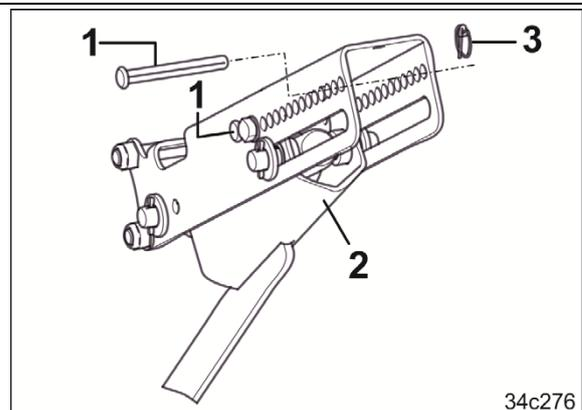

図 125
2. それぞれ1本のピン（図 125/1）をストッパー（図 125/2）の上下で調整パーツに差し込み、リンチピン（図 125/3）で固定します。